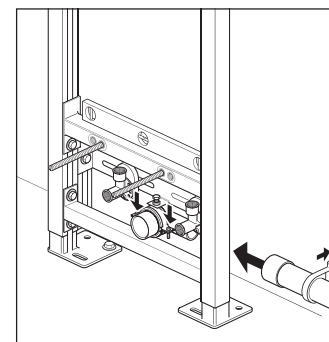

Рис. 8 / Сур. 8
8. Подготовьте и подсоедините слив для сточной воды (рекомендуется вставной слив). **Примечание:** колено выхода отходов можно поворачивать. Прикрутите водопровод, ослабив показанные болты. Закрепите трубопровод (рис. 8).